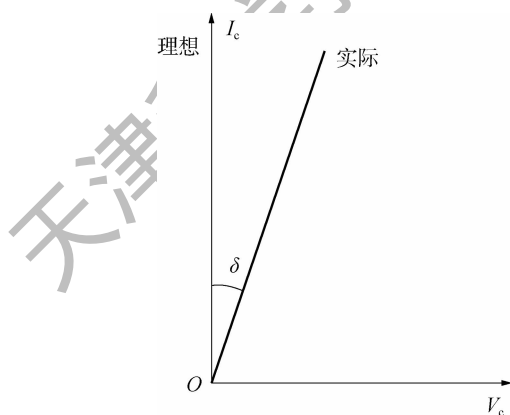

图 2-13 电容器的介质损耗
④电容器的损耗角。电容器介质的绝缘性能取决于材料及厚度，绝缘电阻越大，漏电流越小。漏电流将使电容器消耗一定电能，这种消耗称为电容器的介质损耗(属于有功功率)，如图 2-13 所示。图中  $\delta$  角是由于介质损耗而引起的电流相移角度，叫做电容器的损耗角。